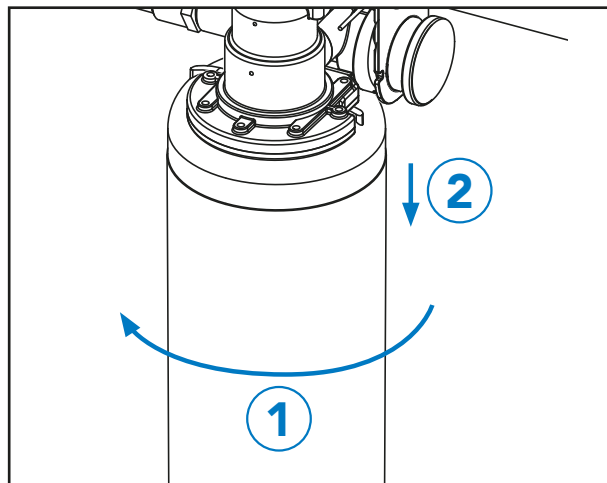

Figura 5: Retirar el cartucho
2. Sostén el cartucho con ambas manos y gíralo rápidamente un cuarto de vuelta hacia la izquierda hasta que se desenganche (Figura 5).